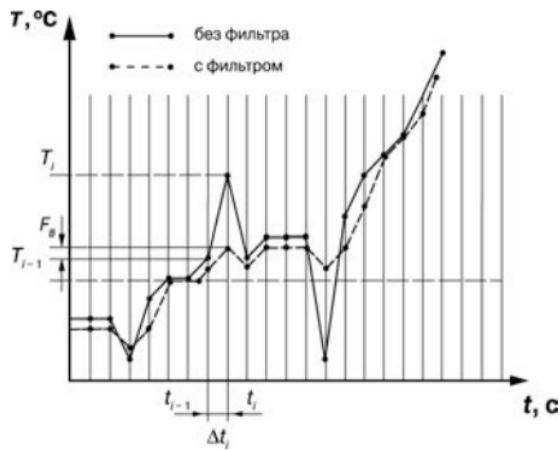

Рисунок 3.4
3.1.4.4.2 Полоса цифрового фильтра позволяет защитить измерительный тракт от единичных помех и задается в единицах измеряемой величины. Если измеренное значение T_i отличается от предыдущего T_{i-1} на величину, большую, чем значение параметра F_B , то прибор присваивает ему значение равное ($T_{i-1} + F_B$), а полоса фильтра удваивается (рисунок 3.4). Таким образом, характеристика сглаживается.